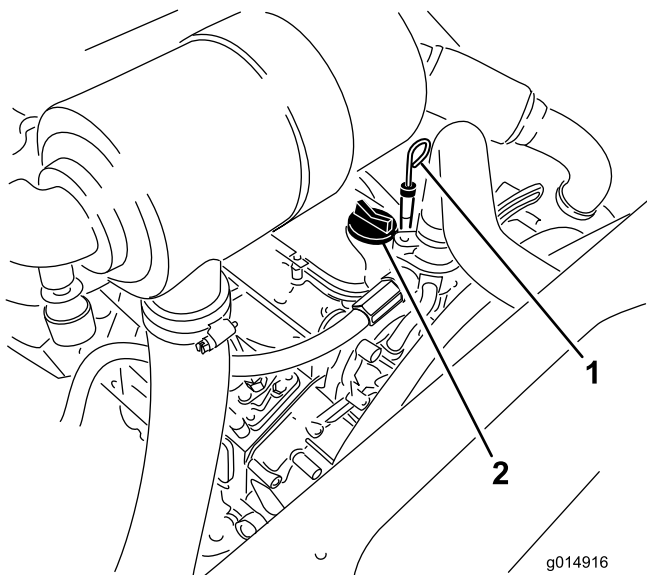

Figura 26
3. Retire a vareta, limpe-a e volte a colocá-la (Figura 26).
5. Se o nível de óleo se encontrar abaixo da marca “Full” (cheio) da vareta, retire o tampão de enchimento (Figura 26) e adicione óleo até que o nível atinja a marca “Full” (cheio).